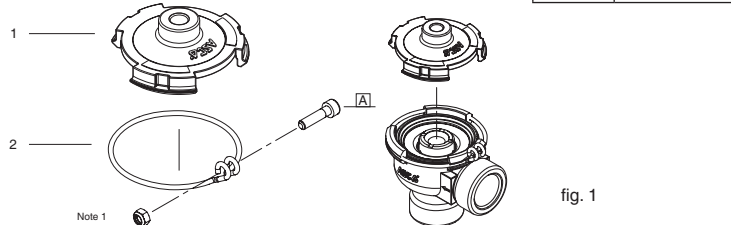

fig. 1
3. Replacer le couvercle (voir figure 1) en le pressant fermement contre le piston/la membrane. Utiliser des petites tenailles pour presser les extrémités de la bague de fixation ensemble (selon la figure 2 + 3).